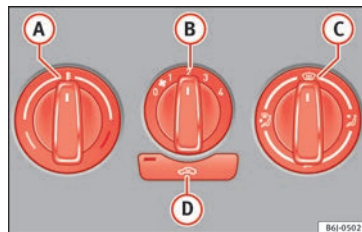

Fig. 143 Sur le tableau de bord : éléments de commande du chauffage
- Les molettes ①, ② et ③ » fig. 143 servent à régler la température, la vitesse et la répartition de l'air.
- Appuyez sur la touche ④ pour activer ou désactiver le recyclage de l'air ambiant. Quand la fonction est active, un témoin sur la touche s'allume.
- Appuyez sur la touche **D** » fig. 143. Le témoin de la touche s'allume.
Si la molette **C** » fig. 143 est en position de dégel, la trappe de recyclage sera toujours ouverte et l'air entrera de l'extérieur.
- Tournez le régulateur de température » fig. 143 **A** vers la gauche.
- Tournez le régulateur de température » fig. 143 **A** vers la droite pour sélectionner la puissance de chauffage souhaitée.
- Orientez le flux d'air dans la direction souhaitée à l'aide du régulateur de répartition d'air (C).
- Tournez le régulateur de température **» fig. 143 (A)** vers la droite jusqu'à la puissance de chauffage maximum.
- Réglez la commande de soufflante (B) sur la vitesse 4.
- Fermez le diffuseur (3).
- Ouvrez et orientez le diffuseur (4) vers les fenêtres latérales.
- Tournez le régulateur de température **» fig. 143 (A)** vers la zone de chauffage.
- Placez la commande de soufflante (B) sur l'une des vitesses 2-3.
- Fermez les diffuseurs (3).
- Ouvrez et orientez les diffuseurs (4) vers les fenêtres latérales.